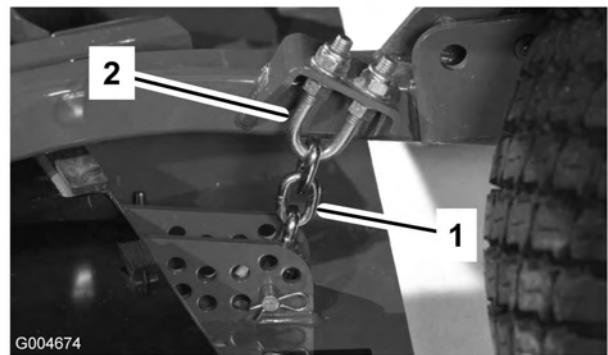

Figure 75
1. Desserrez les écrous de blocage en haut ou en bas de l'étrier fileté de la chaîne de hauteur de coupe (Figure 75).